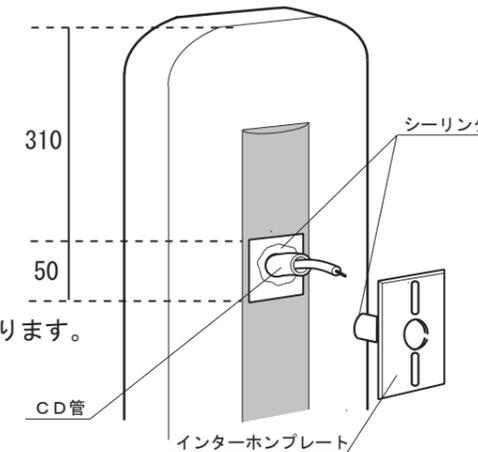

図 2
3. 図2の様に付属のインターホンプレートに、CD管を通し露出させて下さい。